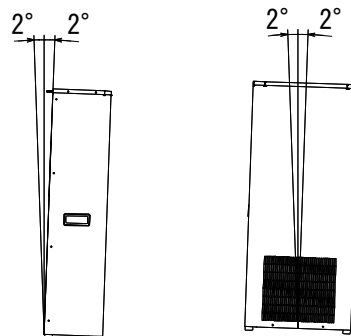

図 2
- ・ 前後、左右とも傾きがないよう(±2°以下)に、水準器等で確認してください。(図 2)